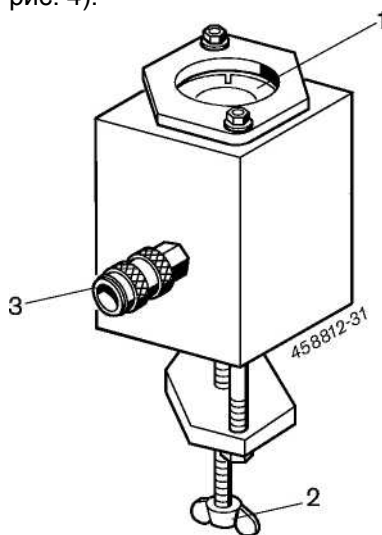

Рис. 6. Камера впрыска:
1. Ослабить зажимное кольцо **1** (см. рис. 6) вращением натяжного болта **2** (см. рис. 6) в направлении против движения часовой стрелки.
2. Камеру впрыска до упора надвинуть на распылитель инжектора системы Common Rail для легковых дизелей(CRI) или форсунки в сборе (DHK) / насос-форсунки (UI).
3. Камеру впрыска зажать вращением натяжного болта **2** (см. рис. 6) в направлении по часовой стрелке.